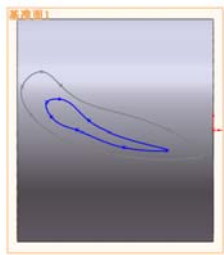

图 6-48 第二个放样轮廓
2) 单击[草图]操控面板上的[样条曲线]按钮, 绘制第二个放样轮廓, 如图 6-48 所示。